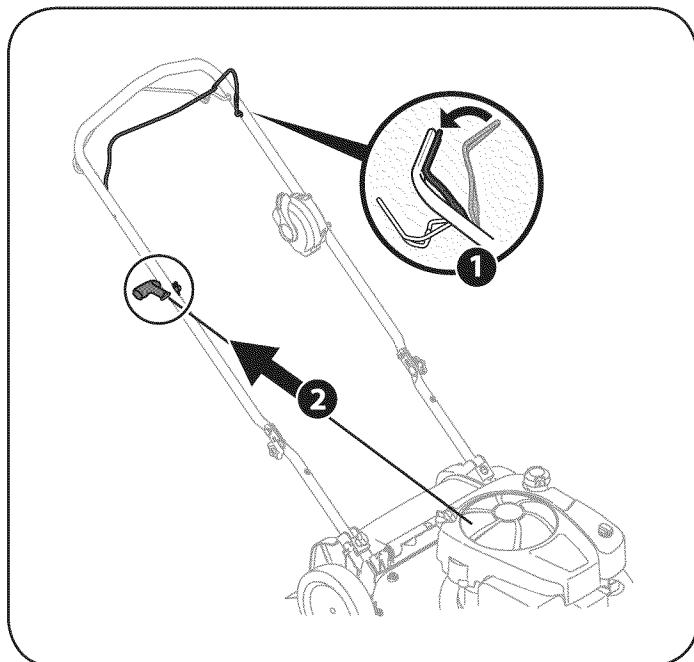

Figura 15
2. Sostenga firmemente las dos manijas juntas, tome la manija del arrancador de retroceso y tire de la cuerda para sacarla con un movimiento rápido y continuo. Vea la Figura 15. Mantenga firme la manija del arrancador, deje que la cuerda regrese lentamente al arrancador. Repita hasta que el motor esté en marcha. Deje que la cuerda se enrosque lentamente de regreso.